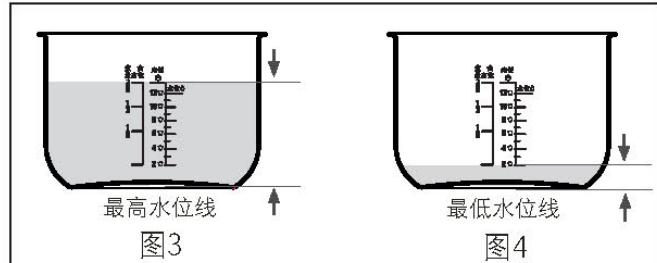

图3
- 3)食物和水最多不超过内锅“煮食最高位”水位线，最少不得低于内锅“2”水位线（如图3、4所示）。